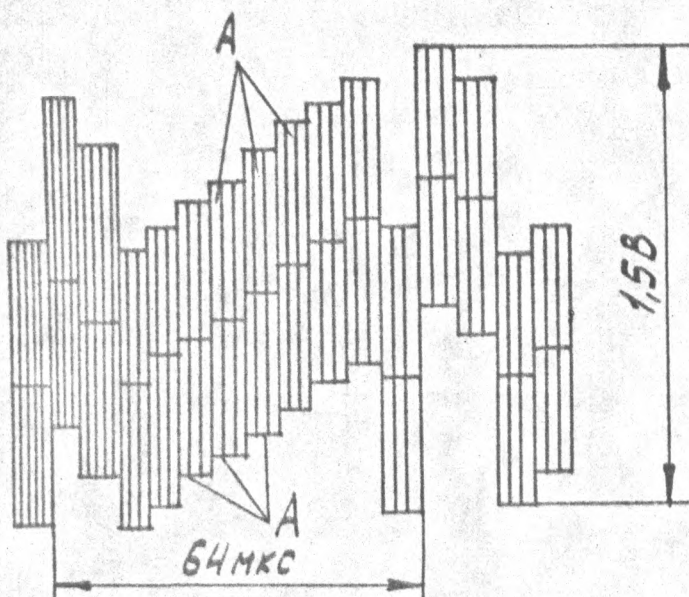

РИС. 7.14
7.3.7.5. С ПОМОЩЬЮ РЕЗИСТОРА АЗ-1R110 ОТРЕГУЛИРУЙТЕ СИГНАЛ ТАК, ЧТОБЫ УРОВЕНЬ НЕСУЩЕЙ (ЧАСТИ А) НА КРАЯХ СИГНАЛА БЫЛ МИНИМАЛЬНЫМ, КАК ПОКАЗАНО НА РИС.7.14.